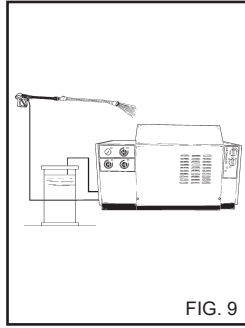

FIG. 9
- 3) Après l'emploi avec du détergent, rincer le circuit d'aspiration; enfiler le tuyau d'aspiration (fig. 9) du détergent dans un bidon d'eau propre et faire fonctionner la pompe pendant 1 minute avec le robinet de dosage complètement ouvert. Répéter l'opération d'abord avec le sélecteur produit détergent sur la position "1" puis sur la pos. "2".
5) Après l'emploi avec du détergent, rincer le circuit d'aspiration; enfiler le tuyau d'aspiration (fig. 9) du détergent dans un bidon d'eau propre et faire fonctionner la pompe pendant 1 minute avec le robinet de dosage complètement ouvert et la lance en phase de sortie du détergent. Répéter l'opération d'abord avec le sélecteur produit détergent sur la position "1" puis sur la pos. "2".